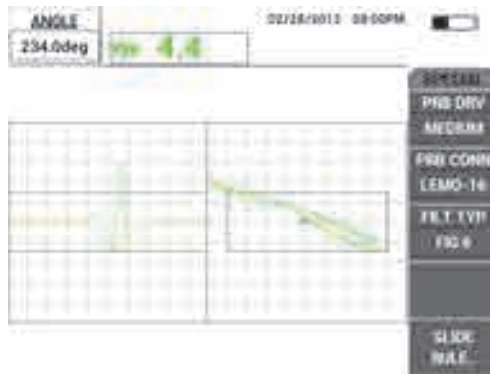

Рис. 5-63 Настройка угла сигнала
6. Нажмите клавишу ANGLE () и настройте угол отрыва (движение ПЭП) так, чтобы он был максимально горизонтален и чтобы сигнал риски был направлен вверх (см. Рис. 5-63 на стр. 177).